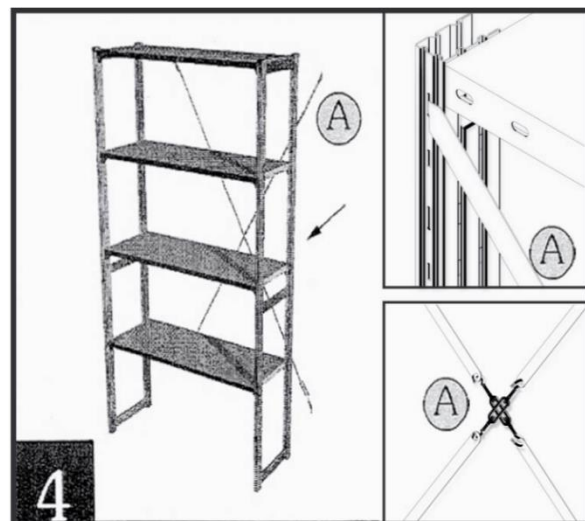

Рис. 4. Установка крестовины жесткости
4. Крестовина жесткости располагается с задней стороны стеллажа, вставьте зацепы крестовины в отверстия торца противоположных спаренных стоек на одном уровне, согните их под углом 45 градусов по направлению к центру стеллажа, соединение пластин крестовины происходит с помощью двух талрепов (крюк-крюк) (рис. 4).